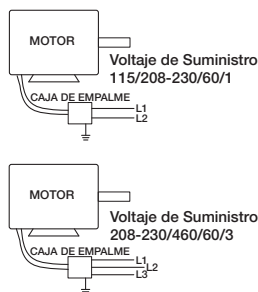

Figura 6 — Diagrama de Cableado Típico
NOTA: Consulte la Figura 6 para conocer el diagrama de cableado de conexión.
2. Correas demasiado tensas/sueltas	2. Consulte la Figura 6, ajuste la tensión